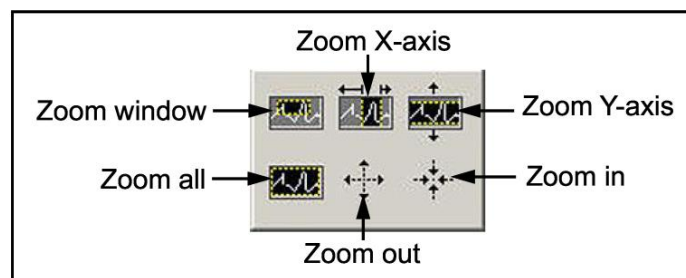

図 45 : ズームツール
- ズームツール：下の図 45 に示す 6 つのオプションを使用可能。